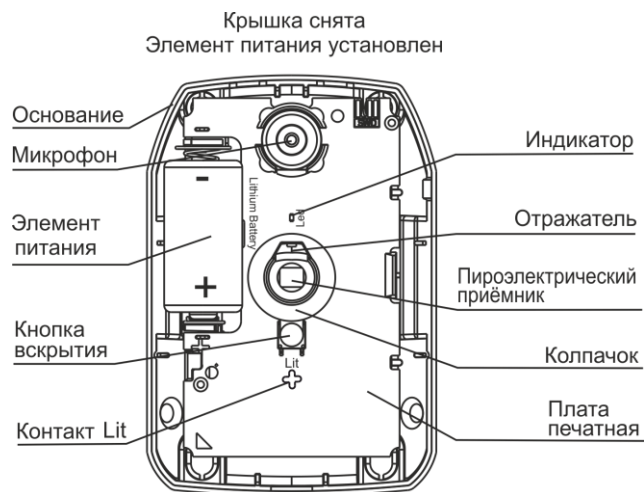

Рисунок 3
**5.1** Конструктивно извещатель выполнен в виде блока, состоящего из основания и съемной крышки. Внутри блока смонтирована печатная плата с радиоэлементами (рисунок 3).
<p>2 Выдернуть изолятор ЭП или установить ЭП, соблюдая полярность (см. рисунок 3) и в течение 60 с дать извещателю выйти в дежурный режим. Для замены ЭП вынуть старый ЭП и через время не менее 20 с установить новый</p>